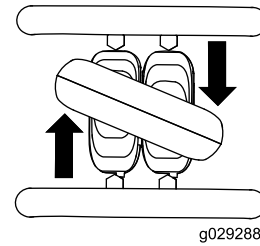

Bild 9
- Drehen Sie den Fahrmanipulator nach rechts, um nach rechts zu fahren (**Bild 9**).